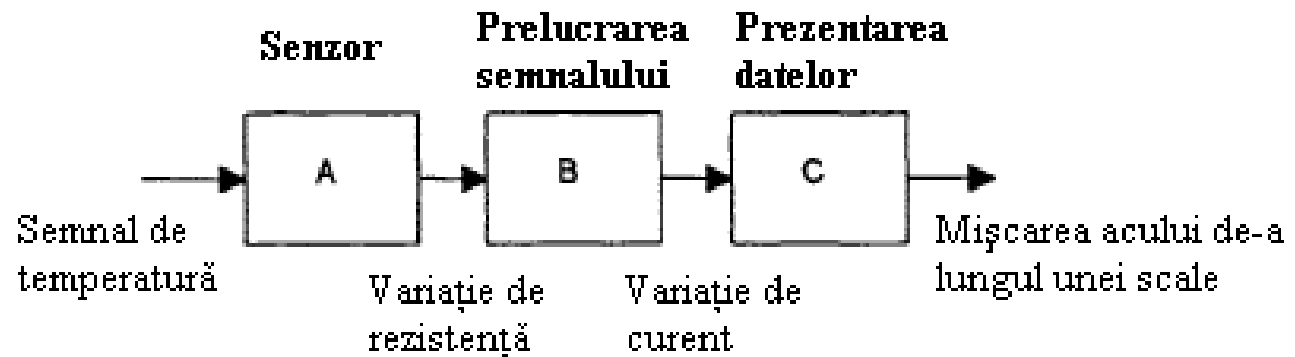

Figura 1.11. Un exemplu de elemente ale unui sistem de măsurare
**Răspuns:** A se vedea figura 1.11.